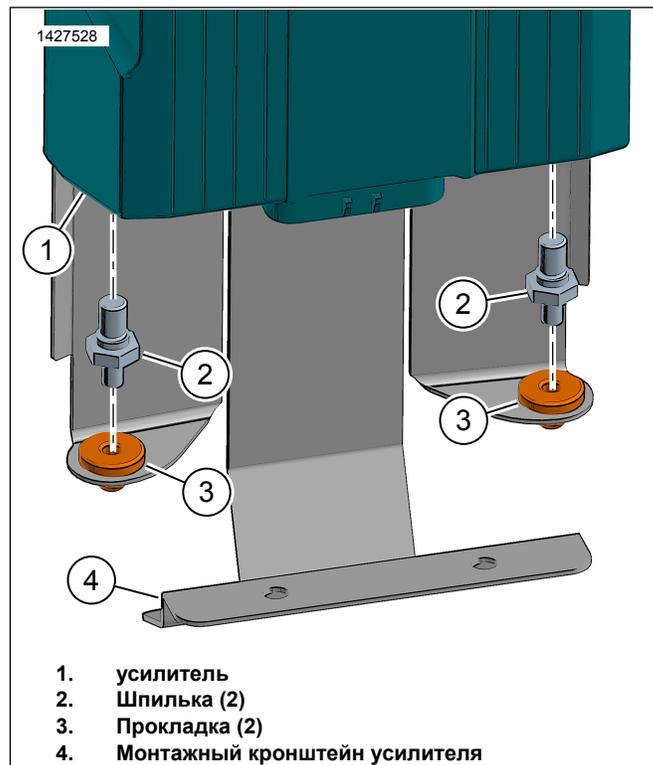

Рисунок 5. Шпилька усилителя
4. См. рис. 5. Вставьте прокладку (3) в монтажный кронштейн усилителя (4).
5. Установите шпильку (2) в усилитель (1). Затяните.